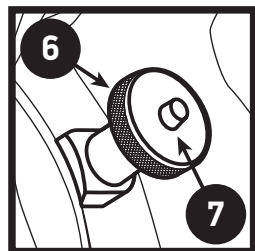

Figura 5
9. Asegúrese de que la banda abrasiva está adecuadamente tensionada. A este fin, eleve la manija de tensión (Figura 5). A medida que se mueve la perilla de tensión, se oírán una serie de clics mecánicos. En general, la banda quedará adecuadamente tensionada si se oyen de tres a ocho clics. Para reducir o liberar la tensión de la banda, eleve ligeramente la manija de tensión y luego presione el botón que está en el centro de esta. Mueva la manija de tensión ligeramente hacia abajo para reducir la tensión de la banda o completamente hacia abajo para liberar la tensión de la banda.